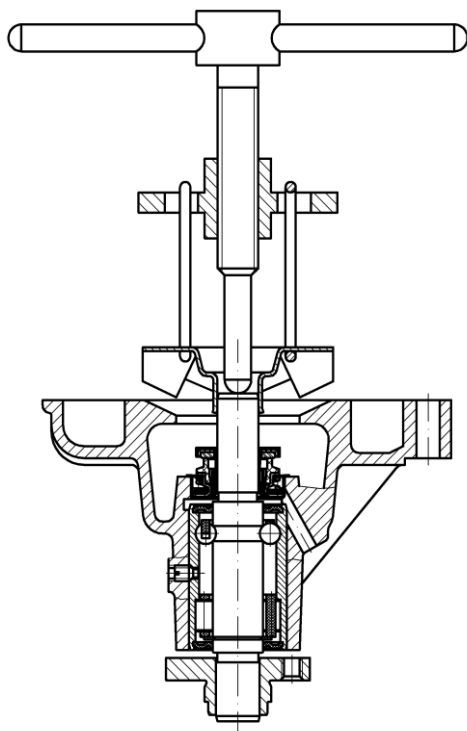

Рис.74. Снятие крыльчатки
- с помощью съемника снять крыльчатку (рис.74);